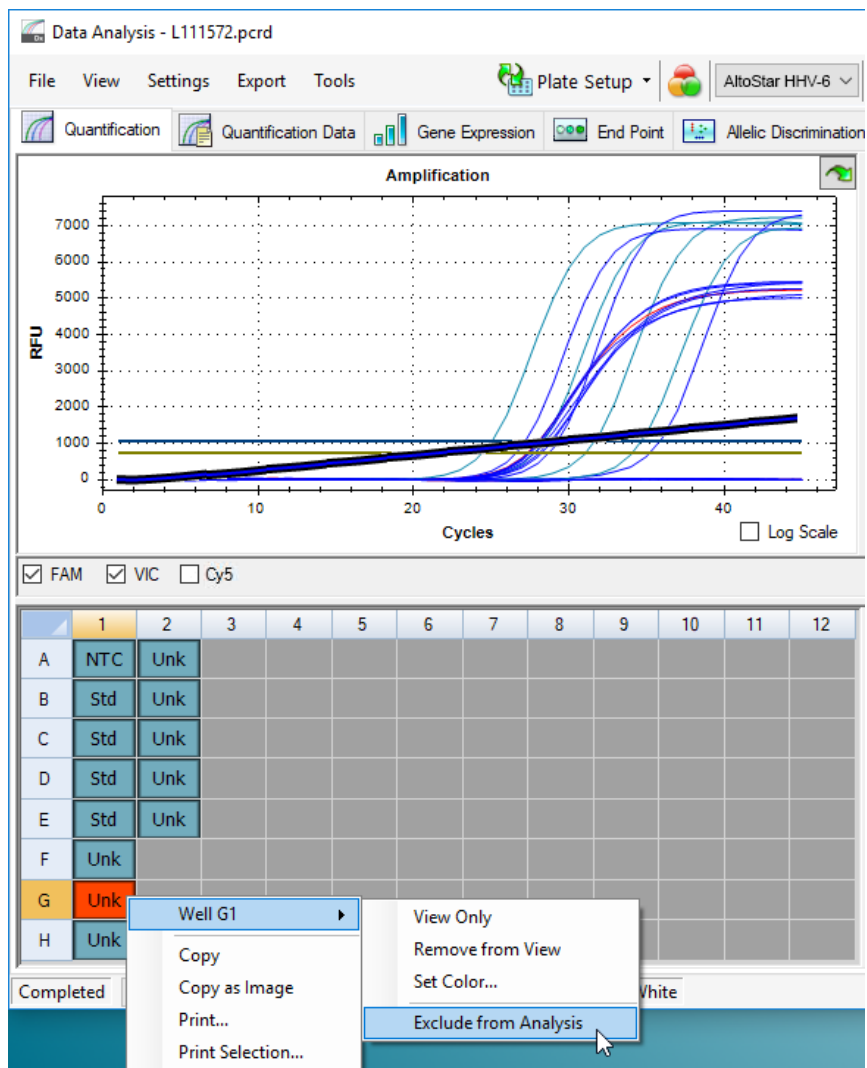

Figura 7: Janela Data Analysis (Análise de Dados): excluir poço da análise
3. Com o botão direito do rato, clique em cada poço afetado e selecione **Well...** → **Exclude from Analysis** (Poço... → Excluir da Análise) (consulte a figura 7).